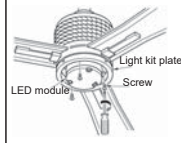

Fig.26
Paso 5: Fije la unidad LED a la placa del kit de iluminación con los 3 tornillos (Fig.26).